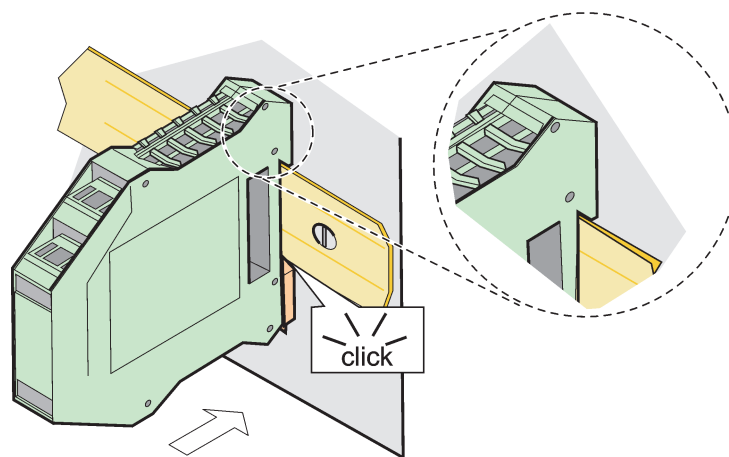

Figura 73 Ligação de um módulo de expansão
3. Rode o módulo para baixo e pressione-o no carril DIN até ouvir o som de encaixe (Figura 73).